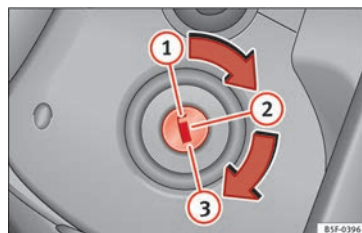

Abb. 185 Positionen des Zündschlüssels
- Drehen Sie den Zündschlüssel auf Position **1** » » **Abb. 185**.
- Ziehen Sie den Zündschlüssel in Stellung **1** » » **Abb. 185** ab » » **!**.